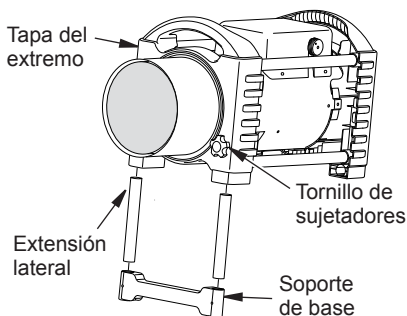

Figura 2 - Conjunto del soporte
1. Inserte el pie de base de plástico en la tapa del extremo de salida hasta que el orificio pequeño se alinee con el orificio más grande, visible desde dentro de la tapa del extremo de salida (consulte la figura 2). Sujete las extensiones laterales con el tornillo de sujetadores.